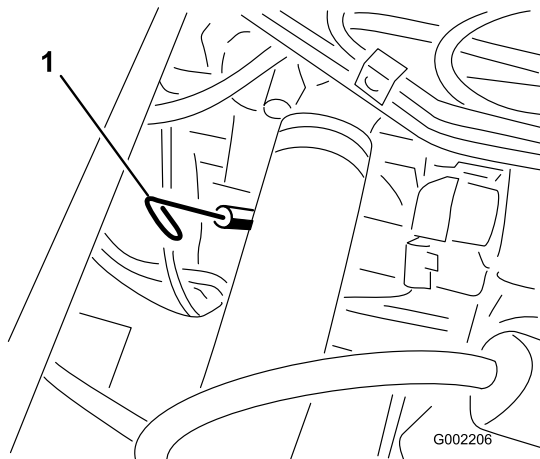

Figura 37
2. Retire la varilla, ubicada debajo del asiento del pasajero, y límpiela con un paño limpio (Figura 37). Introduzca la varilla en el tubo asegurándose de que entre a fondo. Retire la varilla y compruebe el nivel de aceite.
13. Retire el tapón de llenado de aceite y vierta lentamente aproximadamente el 80% de la cantidad especificada de aceite en el motor por el tubo de llenado (Figura 37).